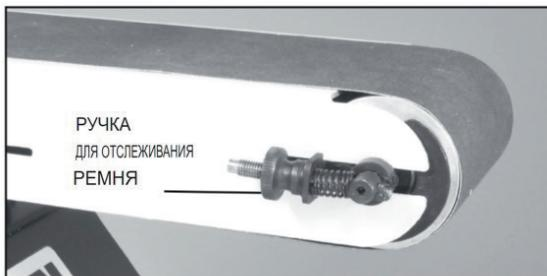

Рис. 23.
1. Отслеживание ремня по центру ведущих колес предварительно настроено на заводе-изготовителе. Если необходимо произвести регулировку, включите шлифовальную машину (рис. 23).